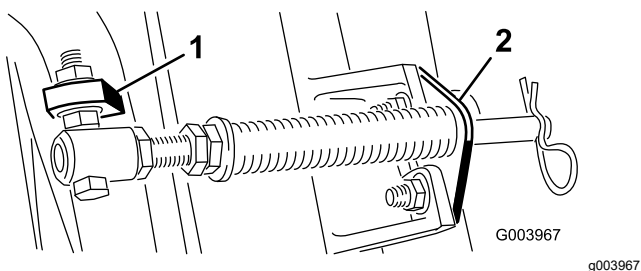
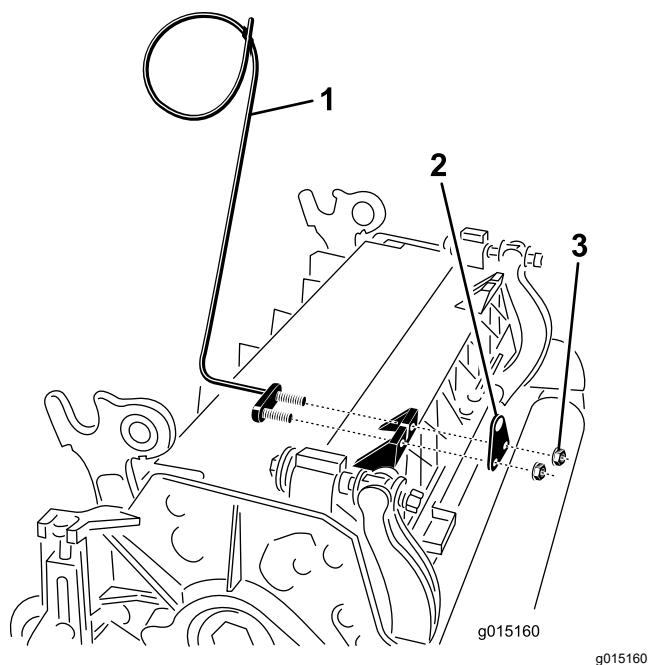

Figure 11
Figure 13
Remarque: Placez la tête du boulon sur le côté extérieur de la patte, comme montré à la Figure 11.
E. Montez le support de tige sur les pattes de l'unité de coupe à l'aide des boulons de carrosserie et des écrous (Figure 11). Sur l'unité de coupe, montez le guide-flexible gauche devant les pattes de l'unité quand vous reposez le support de tige (Figure 13).